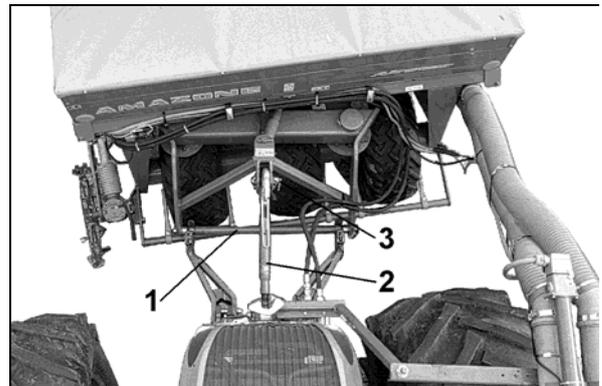

Fig. 34
Die Unterlenkerstange Kat II (Fig. 34/1) kann in der Höhe verstellt werden.
- o Unterlenkerstange Kat II (Fig. 34/1)
- o Oberlenkerbolzen Kat. II (Fig. 34/3).
6. Den Traktor-Oberlenker (Fig. 34/2) mit dem oberen Anlenkpunkt der Maschine kuppeln. Der Oberlenkerhaken verriegelt automatisch.